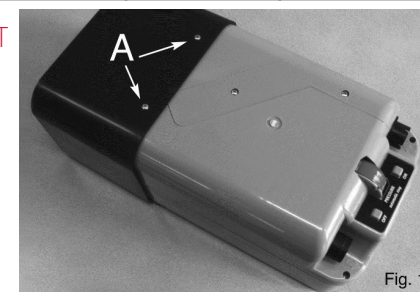

Fig. 1
Pour éviter tout démarrage accidentel pendant le transport, la batterie est déconnectée. Avant toute utilisation, ouvrir le compartiment de la batterie en desserrant les 4 vis « A » (Figure 1) et connecter le câble rouge à la borne positive de la batterie et le câble noir à la borne négative. Ensuite, fermer en vissant.
2. Raccorder le tuyau à air à la bouche de sortie, dans le sens de la flèche pointant vers l'extérieur du gonfleur (**VOIR FIGURE 1 À LA PAGE 21**).
5. Démarrer le gonflage en appuyant sur le bouton d'allumage (**VOIR FIGURE 1 À LA PAGE 21**).
1. Raccorder le tuyau à la bouche d'aspiration, dans le sens de la flèche pointant vers l'intérieur du gonfleur (**VOIR FIGURE 1 À LA PAGE 21**).
3. Démarrer le dégonflage en appuyant sur le bouton d'allumage (**VOIR FIGURE 1 À LA PAGE 21**).
4. Lorsqu'une pression de -40/-50 mbar est atteinte, le gonfleur s'arrête automatiquement. Cependant, il est possible d'arrêter le dégonflage en appuyant sur le bouton d'extinction (**VOIR FIGURE 1 À LA PAGE 21**).